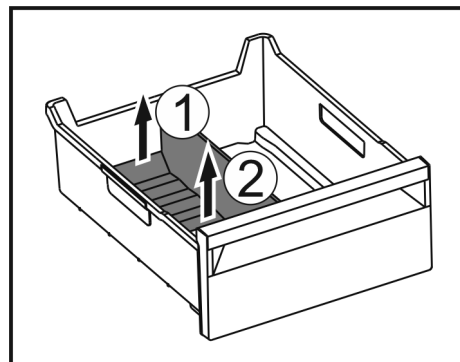

Fig. 149
- Hinteren Teil des Eisfach-Trenners anheben. Fig. 149 (1)
- Eisfach-Trenner nach oben entnehmen. Fig. 149 (2)